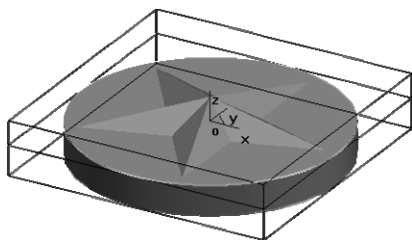

图 3-7 设置的工件
2) 设置毛坯形状为立方体，选中“两点方式”，设置的“基准点”与“大小”如图 3-6 所示。勾选“显示毛坯”，以在显示窗口中以线框形式显示毛坯，单击“定义毛坯-世界坐标系 (.sys.)”对话框中的“确定”按钮，完成加工工件设置，如图 3-7 所示。